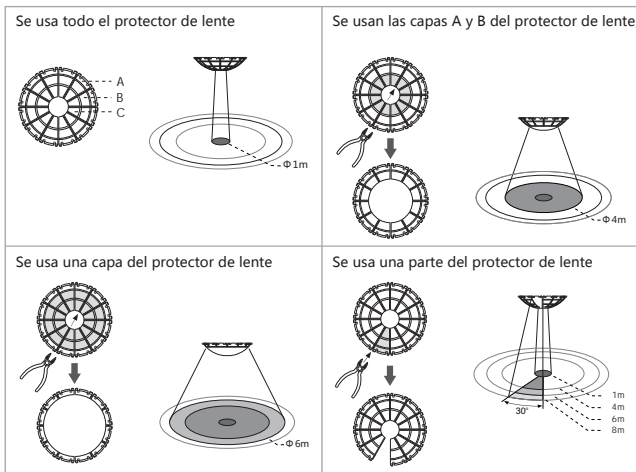

FIG.16
- La parte sombreada de los protectores de lente en la FIG.16 se refiere a las partes cortadas.